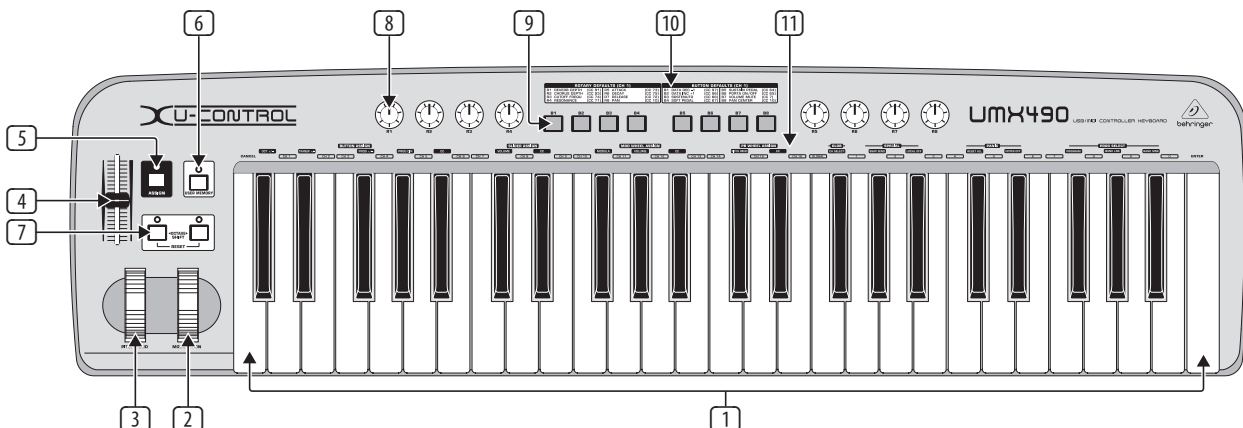

Abb. 3.1: Top view of the UMX
- Sie verwenden die vom Werk aus voreingestellte Controller-Konfiguration (siehe Abbildung 3.1, ). Dann müssen Sie nur noch am Empfängergerät die Zuweisung vornehmen.